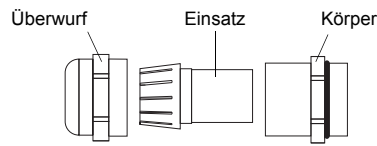

Abb. 6.9: Kabelverschraubung
- Schieben Sie das Spannungsversorgungskabel durch Überwurf, Einsatz und Körper der Kabelverschraubung (siehe Abb. 6.9).
- Befestigen Sie die Kabelverschraubung, indem Sie den Überwurf auf den Körper drehen (siehe Abb. 6.9).
- Schieben Sie das Ausgangskabel durch Überwurf, Einsatz und Körper der Kabelverschraubung (siehe Abb. 6.9).